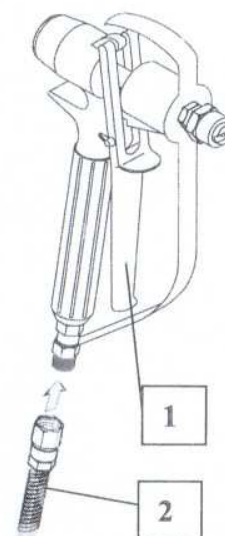

Fig.19
- 3) Sujeten la pistola ❶ de aspersion al tubo ❷, apretando la conexión con la correspondiente llave (fig. 19). Controlen que esté bien limpia.